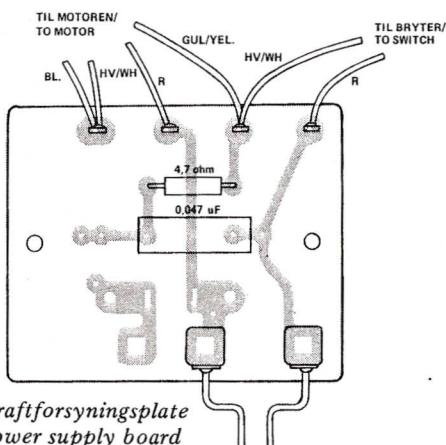

Fig. 9. Kraftforsyningsplate
- Kraftforsyningsplate, se fig. 9.
- Power supply board, see fig. 9.